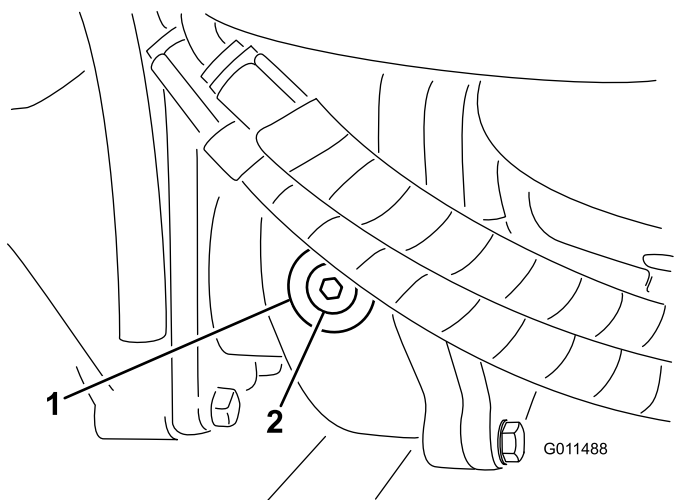

Figura 113
2. Îndepărtați buonul de verificare/umplere din partea stângă a cutiei de viteze i asigurați-vă că nivelul de lubrifiant este până în partea inferioară a orificiului (Figura 113).